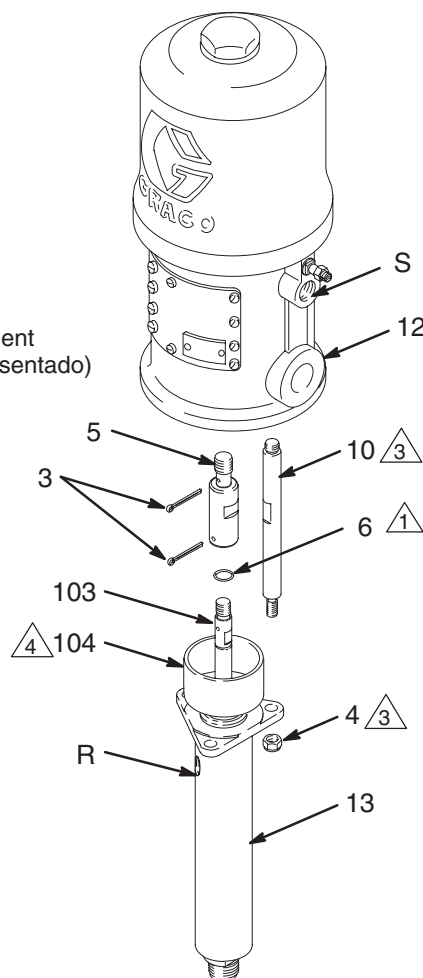

Fig. 3
Mantenga la tuerca prensaestopas/copela húmeda (104) llena de líquido sellador de cuellos de Graco (TSL) o con un disolvente compatible, para prolongar la vida de las empaquetaduras. Compruebe, cada semana, que la tuerca prensaestopas está apretada a un par de 24 a 27 N.m; no la apriete en exceso. Vea la Fig. 3 de la página 11. Libere la presión antes de ajustar la tuerca prensaestopas o de agregar TSL.
2. Desconecte las mangueras de aire y de fluido. Retire la bomba de su montura. Tome nota de la posición de la salida del fluido (R) con respecto a la entrada de aire (S). Vea la Fig. 3.
3. Desenrosque las contratuercas (4) de las varillas de acoplamiento (10). Retire el pasador de chaveta (3). Saque cuidadosamente la base de bomba (13) del motor neumático (12). Desenrosque la base de la varilla (103) del motor neumático (12) o del adaptador (5, sólo en la bomba President). Inspeccione la junta tórica (6).
1. Lubrique la junta tórica (6) y compruebe que está bien colocada en la base de la varilla (103).
2. Oriente la salida de fluido (R) con respecto a la entrada de aire (S) tal como se indica en el paso 2, en la sección **Desconexión de la base de bomba**. Coloque la base de bomba (13) en las varillas de conexión (10). Vea la Fig. 3.
3. Enrosque la base de varilla (103) en el eje del motor neumático (12) o del adaptador (5, sólo en la bomba President) hasta que los orificios del pasador queden alineados. Enrosque, sin apretar, las contratuercas (4) en las varillas de conexión (10). Instale el pasador de chaveta (3).
4. Monte la bomba y vuelva a conectar las mangueras. Si se había desconectado, vuelva a conectar el cable de conexión a tierra. Apriete la tuerca prensaestopas (104) a un par de 24 a 27 N.m. Llene la copela húmeda con líquido sellador de cuellos Graco o con un disolvente compatible.
5. Apriete uniformemente las contratuercas de la varilla de acoplamiento (4), y aplique el par especificado en la Fig. 3. Ponga en marcha la bomba y hágala funcionar a una presión de aire de aproximadamente 0,28 MPa (2,8 bar), para verificar que funciona correctamente.